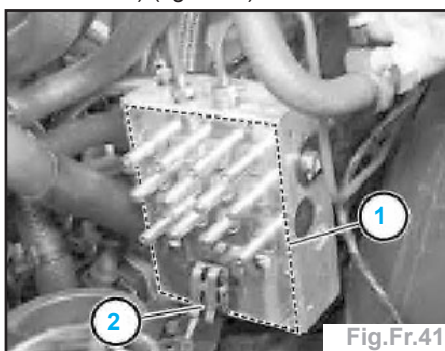

Fig.Fr.41
- Contrôler l'état du plan de joint (1) (examen visuel) (fig.Fr.41).